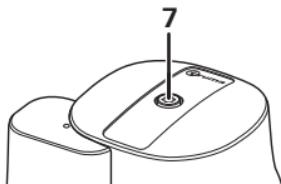
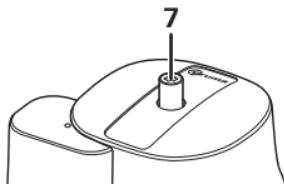

Bild 2a
Bild 2b
Der Crashsensor verfügt über einen Resetknopf, dessen Stellung Auskunft über seinen Status gibt: Stellung „betriebsbereit“ (Bild 2a) oder Stellung „nicht betriebsbereit“ (Bild 2b).
Zum Zurücksetzen den gelben Resetknopf (7) kräftig drücken, leicht im Uhrzeigersinn drehen und 5 Sekunden lang halten und sicherstellen, dass er in der Stellung „betriebsbereit“ (Bild 2a) bleibt.
- Das Auslöseelement des Crashsensors (9) so weit hineindrücken, dass der gelbe Resetknopf (7) herausspringt, so dass der Crashsensor in Stellung „nicht betriebsbereit“ (Bild 2b) ist.
- Schraubkappe (10) des Prüfanschlusses abschrauben und Prüfpumpe mit Prüfschlauch an den Prüfanschluss anschließen.
- Den gelben Resetknopf (7) drücken, leicht im Uhrzeigersinn drehen und 5 Sekunden halten und sicherstellen, dass er in der Stellung „betriebsbereit“ bleibt (siehe Bild 2a).
- Die Schraubkappe (10) nach jedem Entfernen unbedingt wieder anbringen.